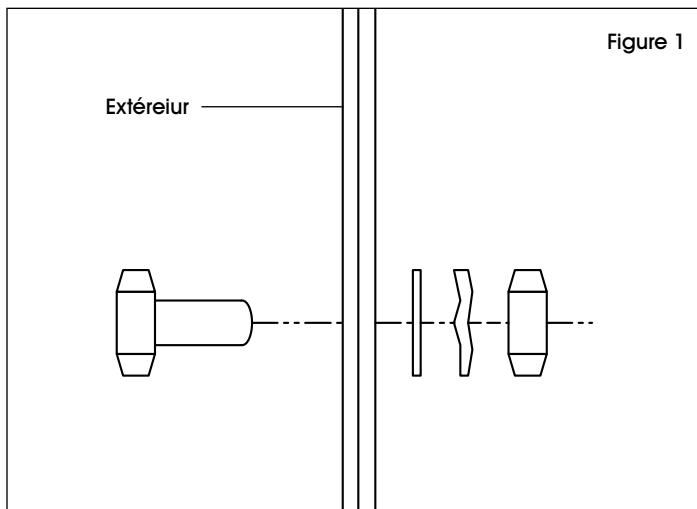

Figure 1
3. Placez les pieds à l'envers sur le plancher. Positionnez la tablette sur les pieds. Insérez les vis creuses à travers la tablette et chaque pied à partir de l'extérieur (7 endroits par pied). Serrez les vis avec des rondelles plates, des rondelles de blocage et des écrous. Utilisez une clé à douille. (Voir Figure 1)